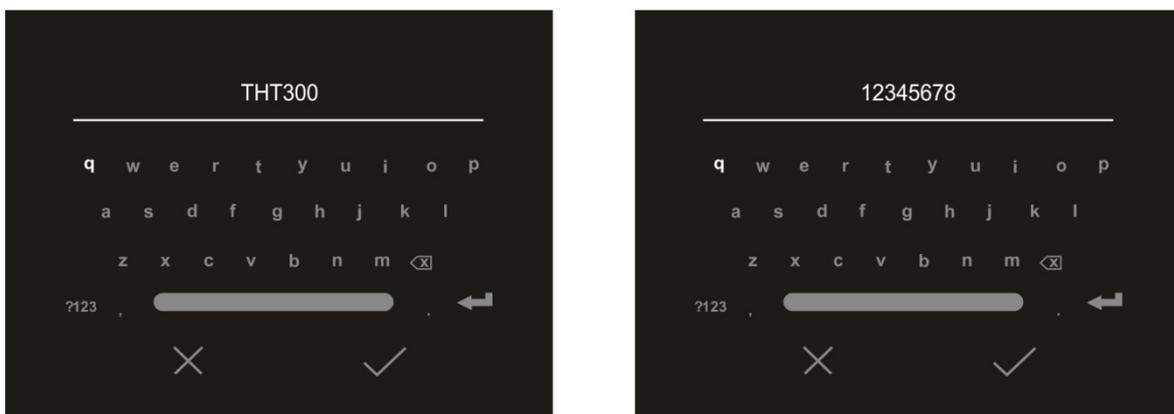

Fig. 15: Définition du SSID et du mot de passe de la connexion WiFi
3. Appuyez sur l'élément « SSID » pour définir un identifiant de connexion WiFi personnalisé. La page-écran de la Fig. 15 – partie gauche s'affiche à l'écran
5. Appuyez sur l'élément « Mot de passe » pour définir votre mot de passe personnalisé de connexion WiFi (par défaut « 12345678 »). La page-écran de la Fig. 15 – partie droite s'affiche à l'écran